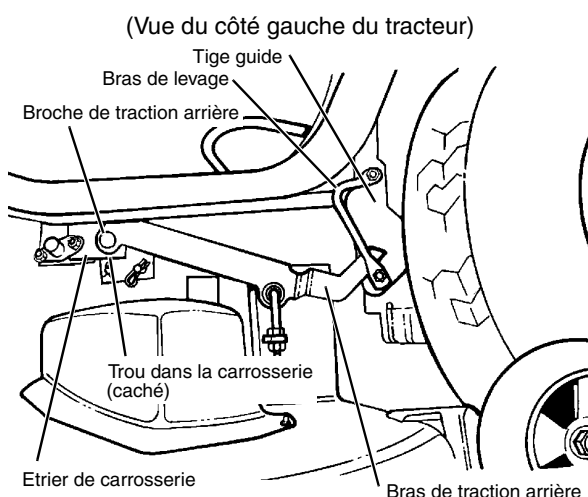

FIGURE 7
- Positionner le bloc tondeuse de façon que les bras de traction arrière soient entre les tiges guides de couleur dorée et les bras de levage sur le côté extérieur (voir FIGURE 7).
- Lever le bloc tondeuse. Placer des blocs de 5 cm sous les bords droit et gauche du bloc tondeuse pour permettre d'aligner les trous à l'avant des étriers de traction arrière avec les trous dans l'étrier de carrosserie (voir FIGURE 7).